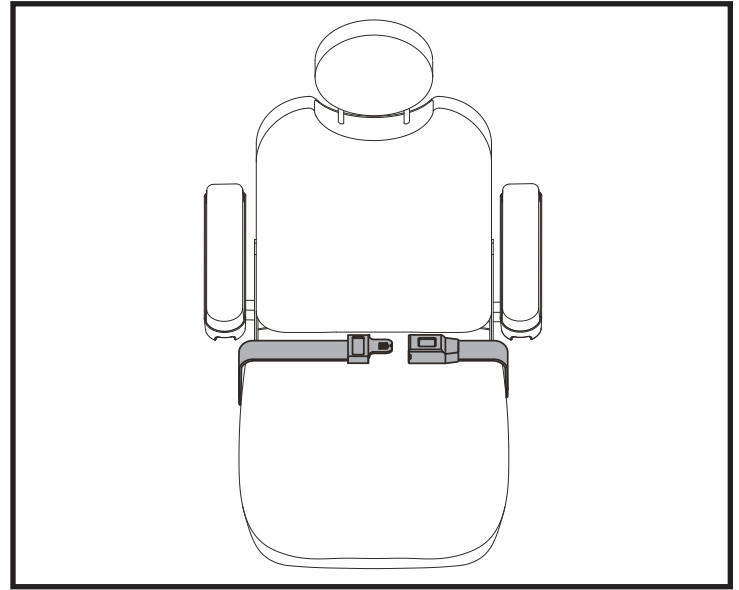

Bild 16. Einstellung des Haltegurts
Ihr Elektrorollstuhl ist unter Umständen mit einem Haltegurt ausgerüstet, der zum Komfort des Bedieners verstellt werden kann. **Siehe Bild 16.** Der Haltegurt ist dazu entwickelt, den Bediener zu stützen, so dass dieser nicht den Sitz herunter oder nach vorne rutscht. Der Haltegurt ist nicht zum Gebrauch als Rückhalteeinrichtung geeignet.
1. Nach dem Einsetzen stecken Sie die Metallasche an einer Seite des Gurtes in das Plastikgehäuse auf der gegenüberliegenden Seite, bis Sie einen Klick hören. **Siehe Bild 16.**